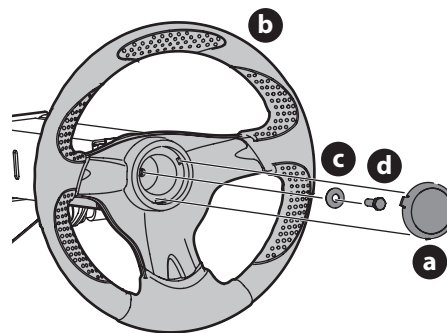

Fig. 6
1. Retire los elementos de ferretería para fijar el volante desde debajo del casquete del volante (a). Con cuidado y haciendo palanca, levante el casquete del volante (a) para retirar los elementos de ferretería (Fig. 6).
2. Con las ruedas de la máquina orientadas en línea recta hacia adelante, coloque el volante (b) sobre el eje de dirección (Fig. 6).
3. Coloque la arandela Belleville (c) sobre el volante (b) y ajústela con el tornillo de seguridad hexagonal (d) (Fig. 6).